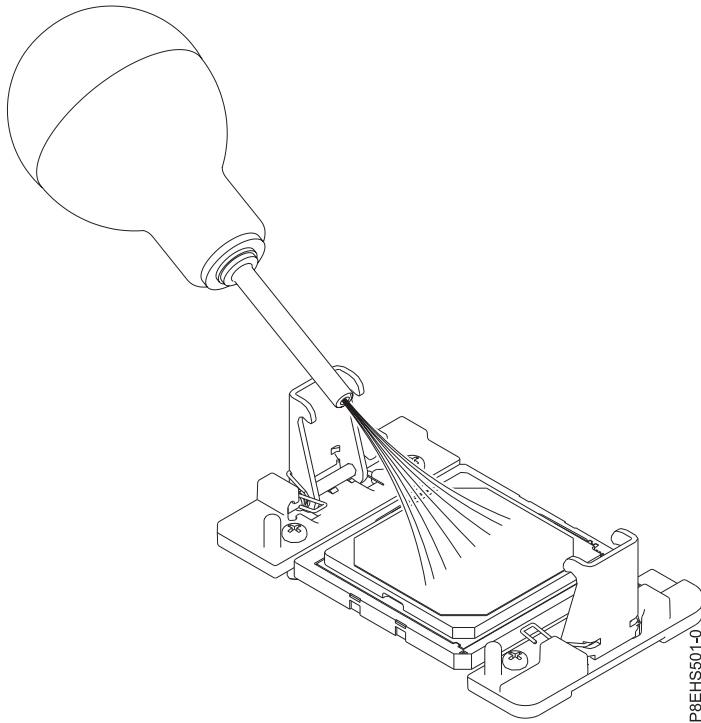

Figure 91. Retrait de la poussière et des particules présentes sur le module processeur système
- a. Si de la poussière ou des particules sont présentes, utilisez la pompe à air fournie (référence 45D2645) pour nettoyer la zone de module processeur système. Dirigez de petits jets d'air depuis le centre vers les côtés du module processeur système, comme illustré dans la figure 91, à la page 92. Si votre pompe à air (soufflette) n'est pas assemblée comme illustré figure 91, à la page 92, adaptez l'embout sur la poire.